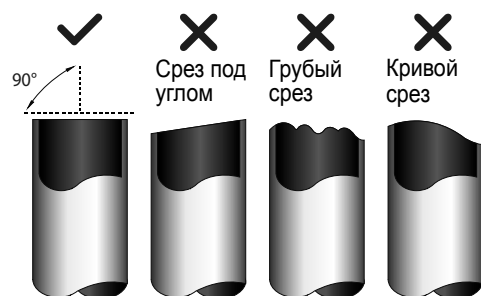

Рис. 7.4
1. Труба должна быть отрезана строго под углом 90°. Примеры неправильной обрезки показаны на рис. 7.4.